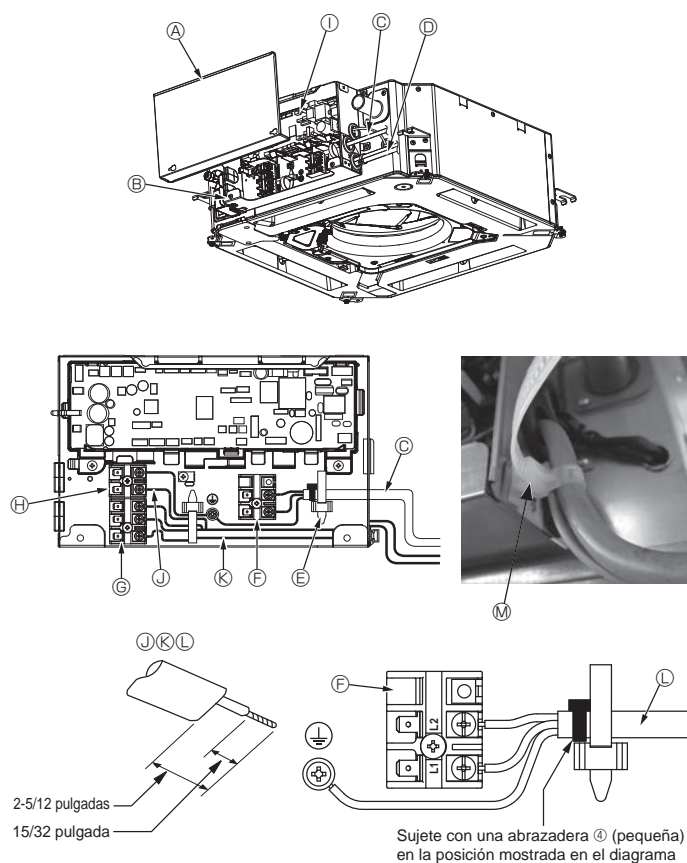
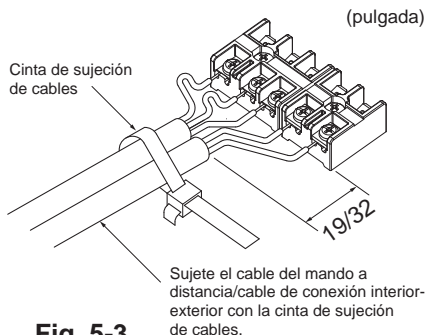

Fig. 5-1
Fig. 5-3
5.1. Unidad interior (Fig. 5-1, Fig. 5-2, Fig. 5-3)